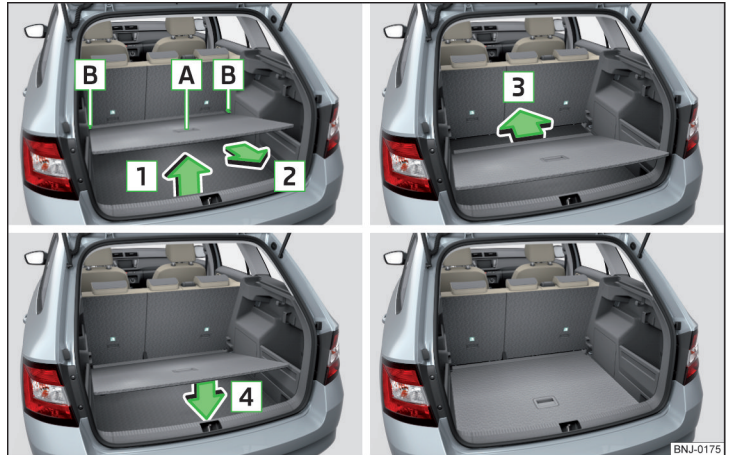

Abb. 107 Variablen Ladeboden in die untere Position einstellen
- › Den variablen Ladeboden am Griff **A** » Abb. 107 fassen.